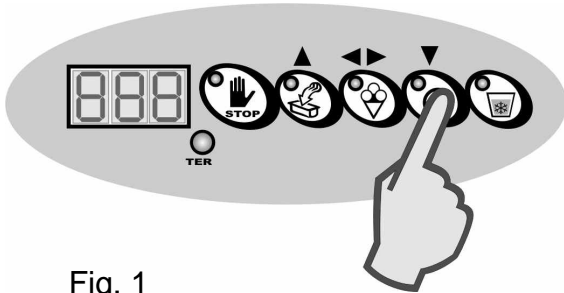

Fig. 1
- Con el ciclo en funcionamiento, presione nuevamente la tecla CICLO SEMIAUTOMÁTICO POR TIEMPO (fig. 1).